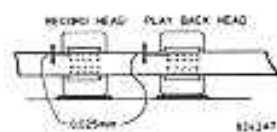

Fig. 11
- c. Einstellen der Kopfhöhe (Abb. 11)